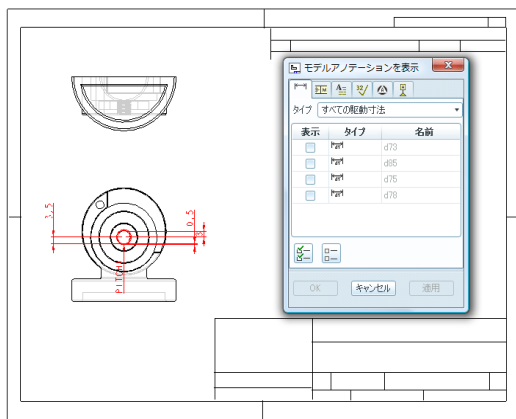

図 10-15 部分寸法表示
- 2) シート上の任意な面図にマウスをクリックすると、クリックをした箇所付近に関わる寸法が赤い字で寸法表示される。正面図の任意の箇所をクリックすると 4 個の寸法が表示されたアノテーション表示ボックス内にも図面上に標記した箇所寸法に対応して、リストだけ表示される（図 10-15）。